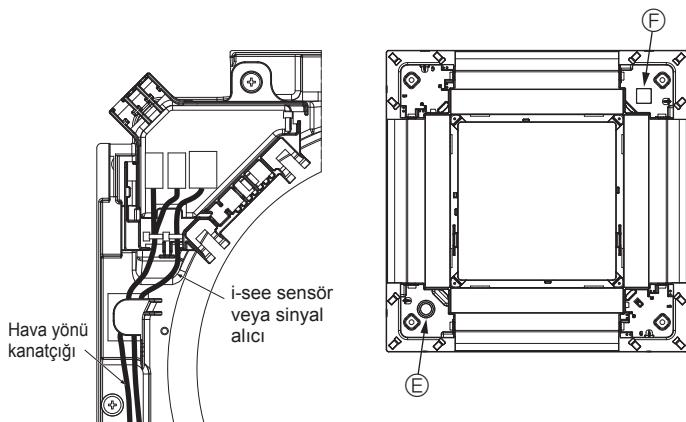

Fig. 6-14
- I-See sensörü ve sinyal alıcısı kablolarnı Fig. 6-14'deki gibi yönlendirin.